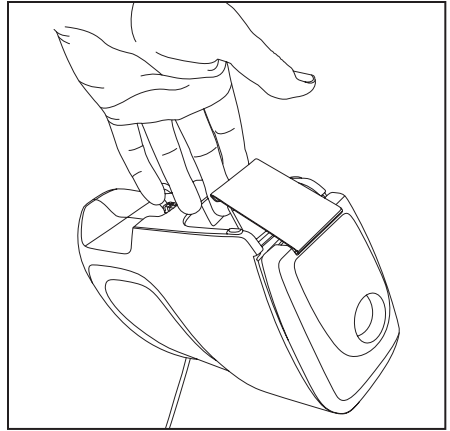

Fig. 13
- Apague la aspiradora. Levante el clip de retención de la cubierta para quitarla (Fig. 13).